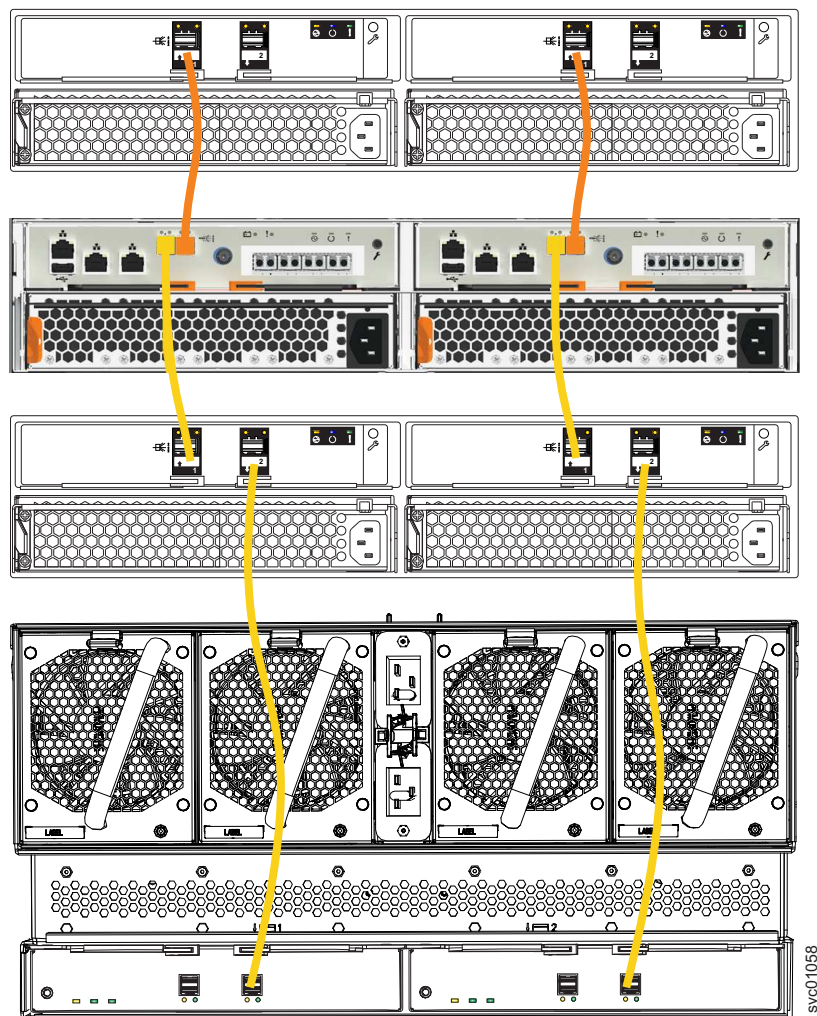

图 113. 连接 SAS 电缆
1. 安装电缆，如第 125 页的图 113 中所示。
注：第 125 页的图 113 显示了 SAS 机柜与 Storwize V5030 控制机柜之间的电缆连接。它并不代表机架中机柜的精确安装顺序。但是，由于尺寸和重量的原因，始终会将 2077-92F 机柜放置在机架底部附近。
如图 113 所示，您可以在单个 SAS 链中组合使用 2145-24F、2145-12F 和 2077-92F 机柜。各种组件的组合链权重将成为限制因素。可连接到节点 SAS 端口的最大 SAS 链权重为 10：